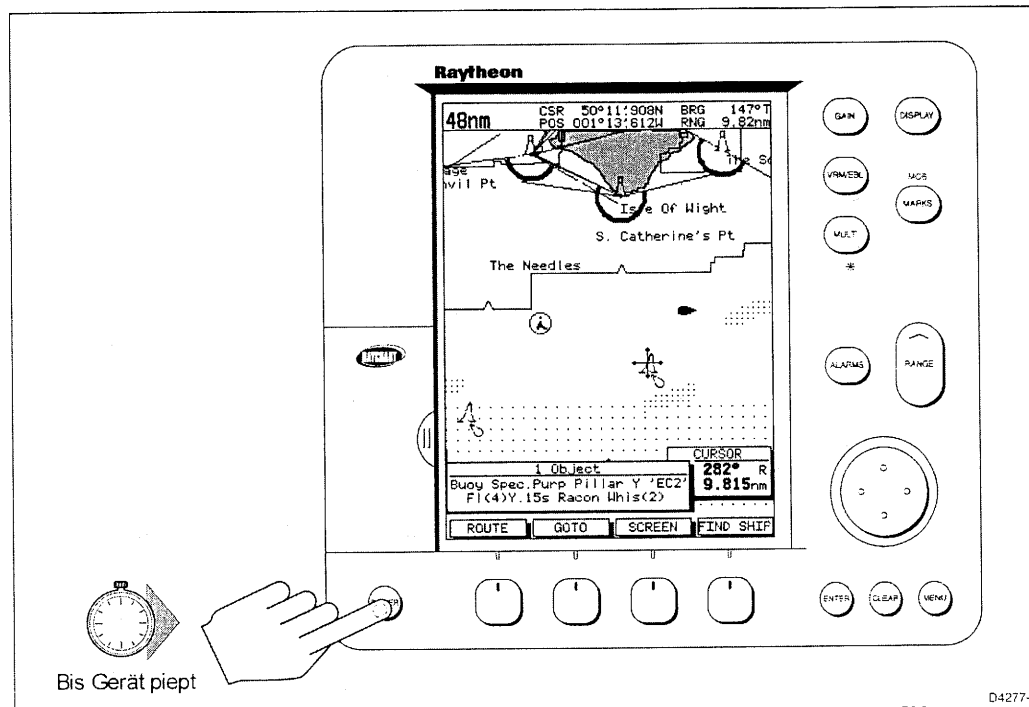

Abb. 2-5: Einschalten des Kartenplotters
- Um den Modus zu wechseln, drücken Sie die **DISPLAY**-Taste, um das **DISPLAY**-Pop-Up-Menü einzublenden. Anschließend können Sie durch die verfügbaren Modi blättern (siehe *Abb. 2-5*).